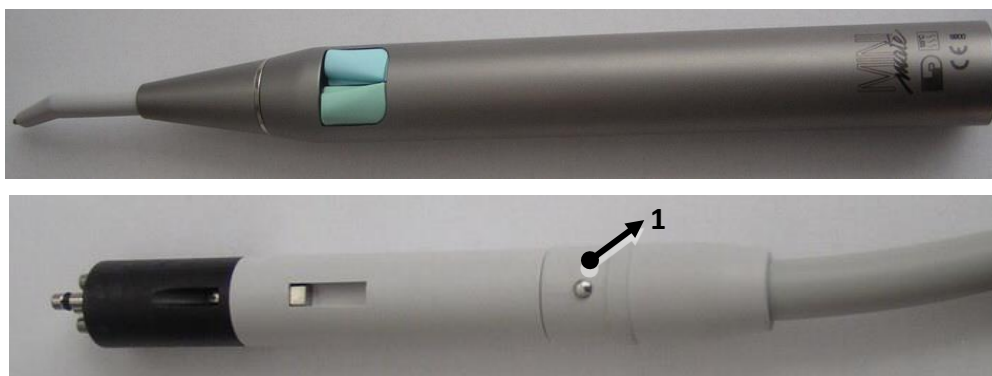

Рисунок 5.2.1.1.2.
**Стерилізація:** натиснути кнопку (позиція 1 Рисунок 5.2.1.1.2.), зняти наконечник з корпусом не розбираючи носика пістолета, помістити в автоклав при температурі +135°C, стерилізувати на протязі 20 хвилин.